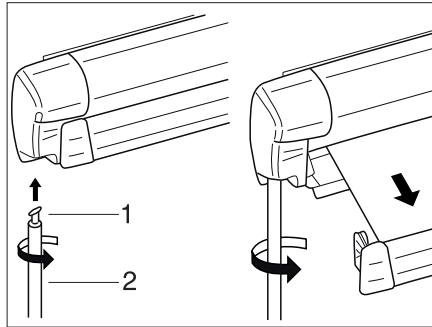

Bild 35 Markis
- Haka in vevstakens (Bild 35,2) hake (Bild 35,1) i drivmekanismens ögla och vrid den 90°.